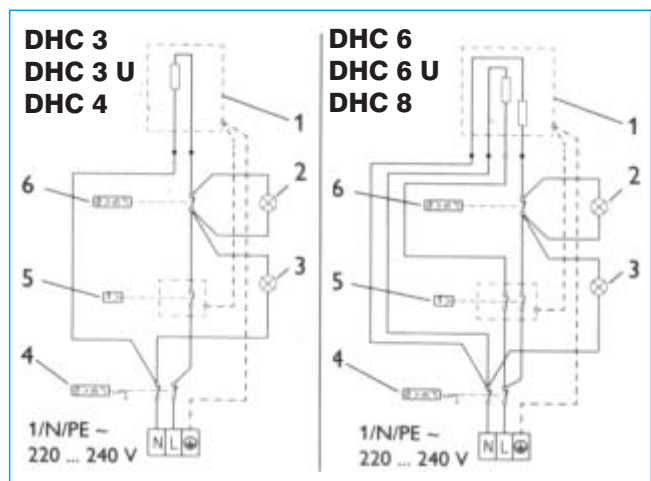

Fig. 14
Leyenda de la fig. 14
- Pasar el cable de red incluido (pos. 7) a través del pasacables estanqueizante (pos. 8) y la brida antitracción (pos. 9).
- Realizar la conexión eléctrica (pos. 10) de la forma mostrada en la fig. 14 y apretar los tornillos de la brida antitracción.
- Introducir el pasacables estanqueizante (pos. 8).
- Tender la línea eléctrica fija (pos. 7) para conectarla en el aparato (pos. 10), tal como se muestra en la fig. 14.
- Colocar el pasacables estanqueizante (pos. 14).
- Tender la línea eléctrica fija (pos. 15) para conectarla en el aparato (pos. 16), tal como se muestra en la fig. 14.
- Colocar el pasacables estanqueizante (pos. 8).